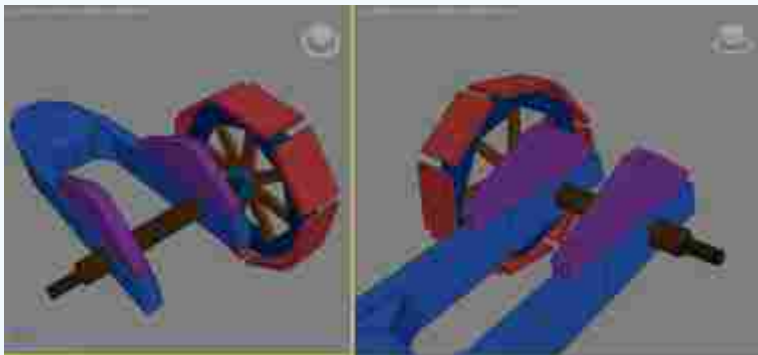
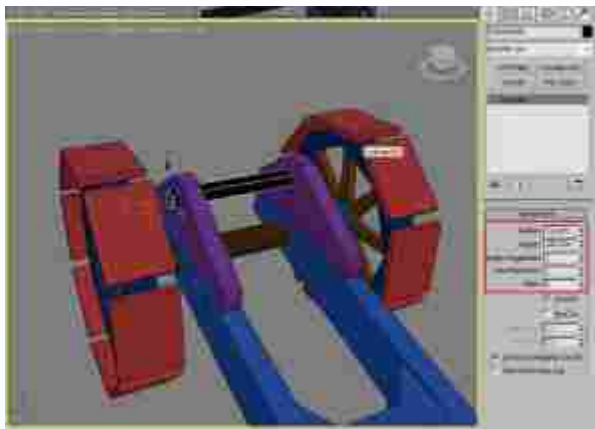

图2-31 炮口外围结构调整
图2-32 炮口托架横杆参数设置及位置定位
(15) 进入 (修改) 面板，激活圆柱体进入可编辑多边形的 (边) 层级，选择托架外围边，运用移动工具逐步调整圆柱的托架外部造型，如图2-31所示。在炮口托架中间创建用于托住炮口的横杆，注意横杆两头稍微有些出头，炮口托架的横杆要与主体托架的横杆互相协调，如图2-32所示。